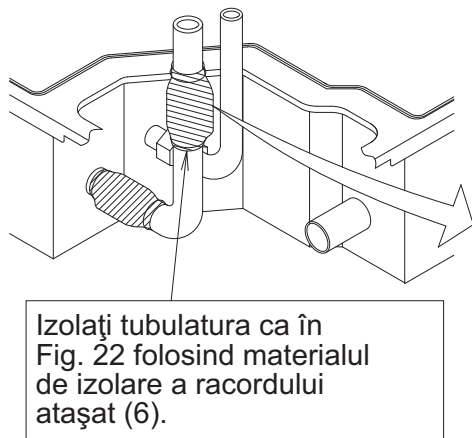

Fig. 23
- Înfășurați materialul de etanșare (mic) (9) în jurul materialului de izolare a îmbinării (6) (7).
- Aveți grijă să aduceți sus cusătura îmbinării materialului de izolare (6) și (7).
- Când instalați tubulatura îndreptată în sus și spre dreapta, utilizați tubulatura în formă de L anexată, și izolați cele 2 locuri de racord. **(Consultați Fig. 23, 24)**